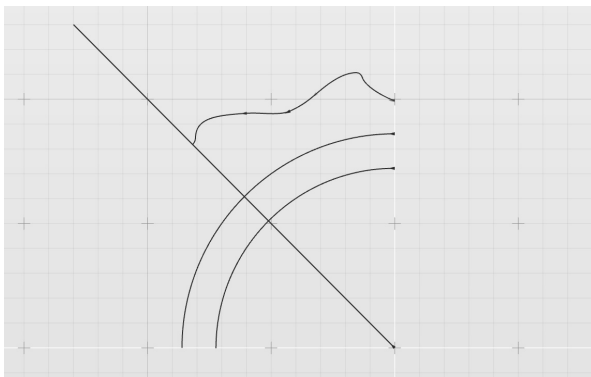

图 5-143 删除部分曲线，仅保留基础图案
8) 按照参考线的位置删除部分曲线，仅保留基础图案，如图 5-143 所示。